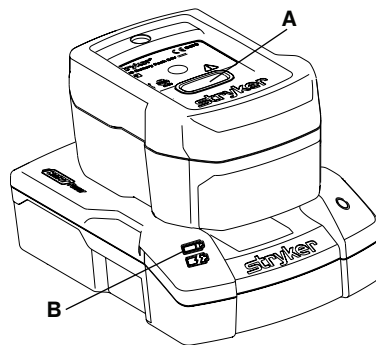

Рисунок 26 – Зарядка батареи SMRT Pak
Порядок зарядки SMRT Pak (Рисунок 26):
- Светодиодный индикатор зарядного устройства SMRT (B) при зарядке батареи будет мигать зеленым (Рисунок 26). Оптимальное время зарядки составляет два часа.
- Когда батарея SMRT Pak полностью заряжена и готова к работе, светодиодный индикатор зарядного устройства SMRT (B) непрерывно горит зеленым.
2. Нажмите на красную кнопку освобождения (A) (Рисунок 26) и выдвиньте SMRT Pak, чтобы извлечь заряженную и готовую к работе батарею SMRT Pak из зарядного устройства SMRT.